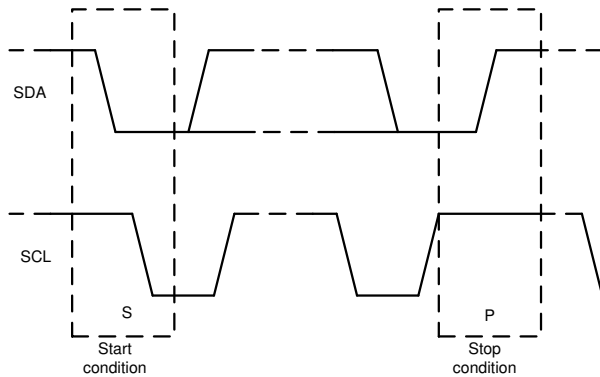

图 7-19. 启动和停止条件
1. 控制器通过产生启动条件来启动数据传输。启动条件是当 SCL 为高电平时在 SDA 线上发生从高到低的转换, 如图 7-19 所示。所有与 I²C 兼容的器件都会识别启动条件。
4. 为了用信号指示数据传输结束，控制器通过在 SCL 线处于高电平期间将 SDA 线从高电平拉低来产生停止条件，如图 7-19 所示。此操作将释放总线并停止与寻址的目标器件之间的通信链路。所有与 I²C 兼容的器件都会识别停止条件。在收到停止条件后，将释放总线，然后所有目标器件等待启动条件，接着是匹配的地址。